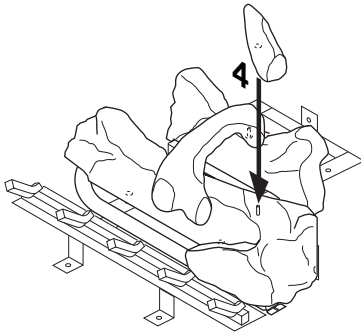

Figura 48 - Instalación del leño número 4
4. Ponga el leño # 4 (leño derecho) sobre el espiga del lado derecho del leño anterior, tal como se muestra en la figura 48, en la página 30.